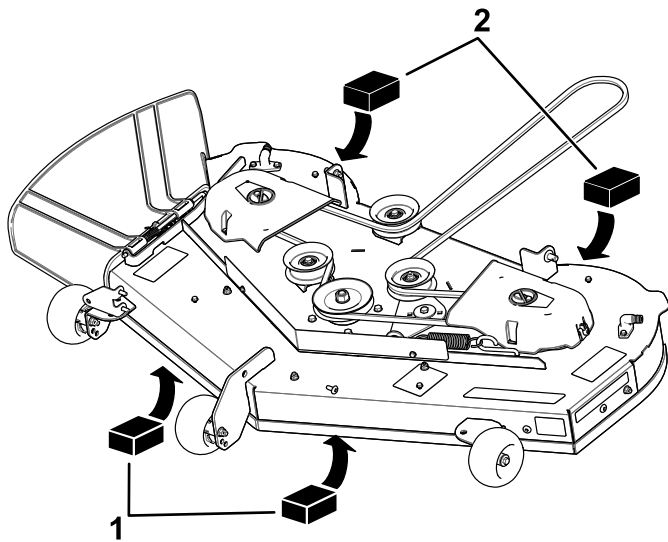

Figura 63
4. Coloque dos bloques de 6.6 cm (2 5/8") de grosor debajo de cada lado del borde delantero de la carcasa, pero no debajo de los soportes de los rodillos protectores del césped (Figura 63).
5. Coloque dos bloques de 7.3 cm (2 7/8") de grosor debajo del borde trasero del faldón de la carcasa de corte (Figura 63).